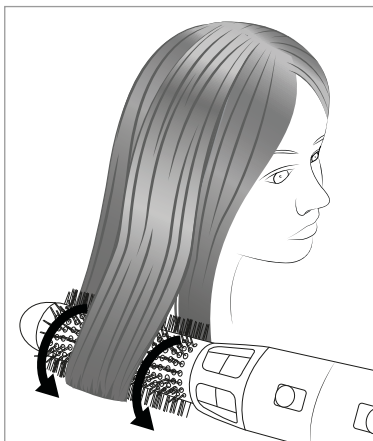

Fig. 6
- 5) Commencez au niveau des pointes des cheveux avec la brosse ronde **11** et répartissez les mèches sur la brosse ronde **11** (voir fig. 6).